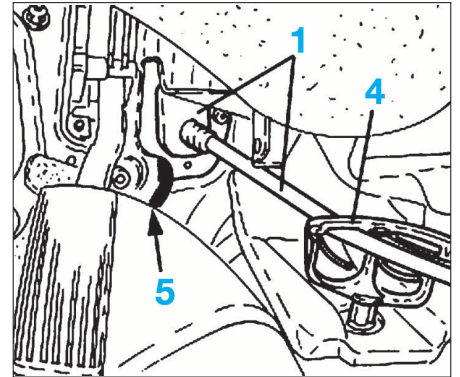

FIG. 16
- Enlever le câble (1) de l'agrafe (4) (Fig.16).